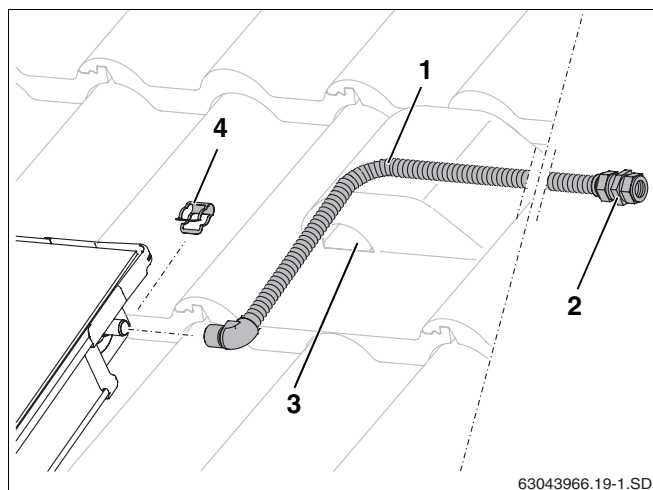

Fig. 53 Montage de la conduite de départ (sans purgeur sur le toit)
- Insérer le tube de raccordement (1000 mm, fig. 53, **pos. 1**) sur le raccordement de départ du champ de capteurs et fixer avec la bride de fixation (fig. 53, **pos. 4**).
- Faire passer le tube de raccordement avec le câble de sonde par la tuile de ventilation (fig. 53, **pos. 3**) et l'isolation du toit.
- Raccorder le tube collecteur au raccord-union par serrage (fig. 53, **pos. 2**).